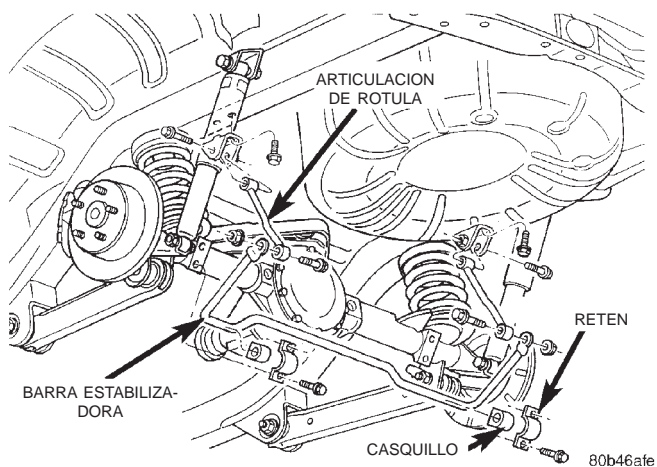

Fig. 14 Barra estabilizadora trasera
- (1) Eleve y apoye el vehículo.
- (2) Retire las articulaciones de la barra estabilizadora y el soporte del bastidor (Fig. 14).
- (3) Retire los pernos de retén de la barra estabilizadora.
- (4) Retire la barra estabilizadora.